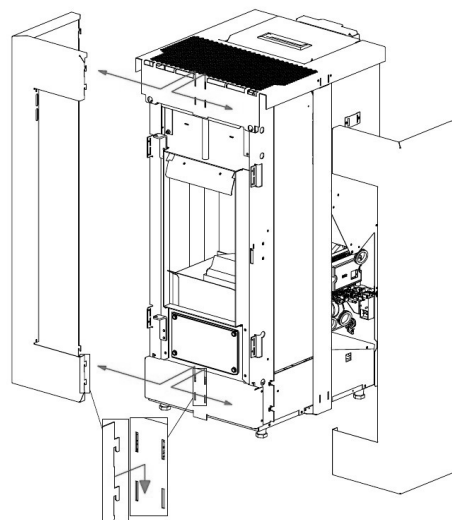

Fig. 54 - Snemite stranice
- Snemite sprednje stranice (gl. **Fig. 54**).